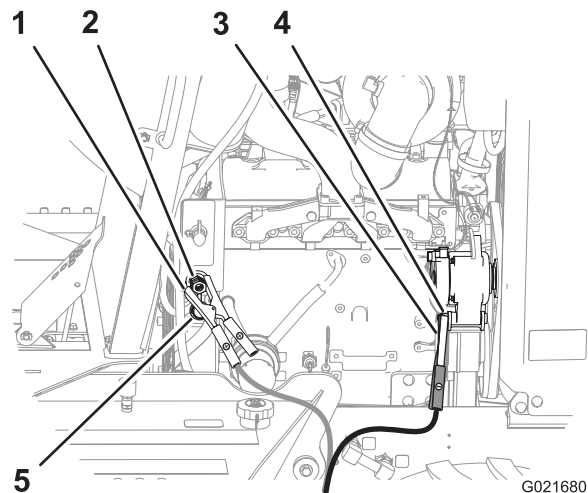

Рисунок 56
4. Снимите крышку со штыря запуска от внешнего источника (Рисунок 56).
5. Подсоедините положительный (+) соединительный кабель к положительному штырю внешнего источника (Рисунок 56).
6. Подсоедините отрицательный (-) соединительный кабель к точке заземления, такой как гайка на оси поворота для генератора (Рисунок 56).